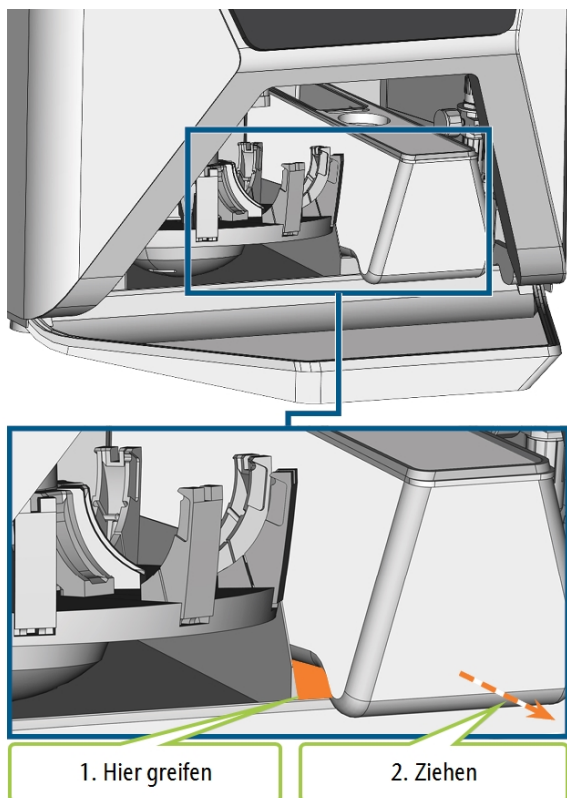

Abb. 35 – DEN KÜHLFLÜSSIGKEITSBEHÄLTER AUS DEM KOMBIFACH ENTFERNEN
5. Ziehen Sie den Kühlflüssigkeitsbehälter in Pfeilrichtung aus dem Kombifach heraus (☞ Abb. 35 – unten).